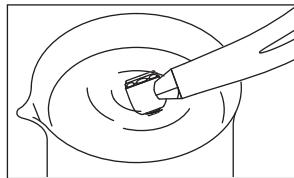

Fig. 3
- 3) Faites tourner la pièce à main et immergez-en la moitié de la tête. (Fig. 3)